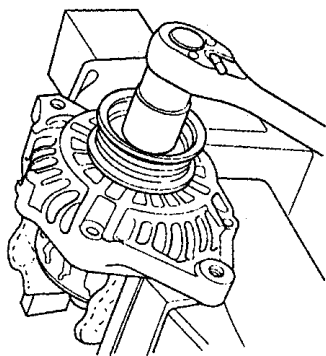

图 9-48 拆卸带轮锁紧螺母
7) 如果不准备更换前轴承和后轴承, 请转到第 13) 步。如图 9-48 所示, 用台虎钳夹紧转子, 拆卸带轮锁紧螺母。